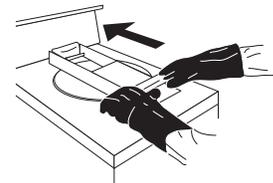

ILUSTRACIÓN 12
- C. Cuando el cierre esté en su posición más baja, mueva el mango con una mano para abrir la tapa (Ilustración 12).